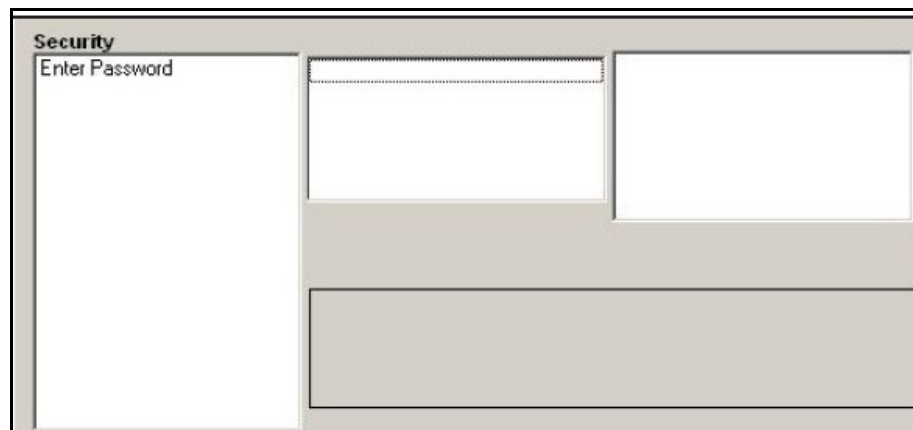

Figura 47: Ventana de la contraseña
2. Si el sistema está bloqueado, la ventana es similar a Figura 47.